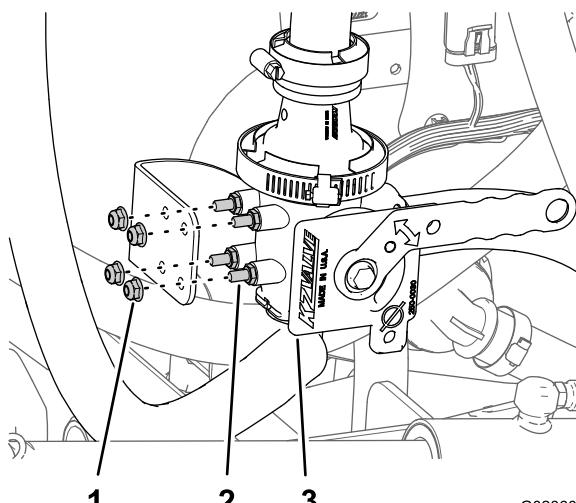

Figure 22
6. Insérez les goujons de la vanne de mélange dans les trous du support de la vanne de mélange et fixez la vanne sur le support (Figure 22) au moyen des 4 contre-écrous à embase (1/4 po).